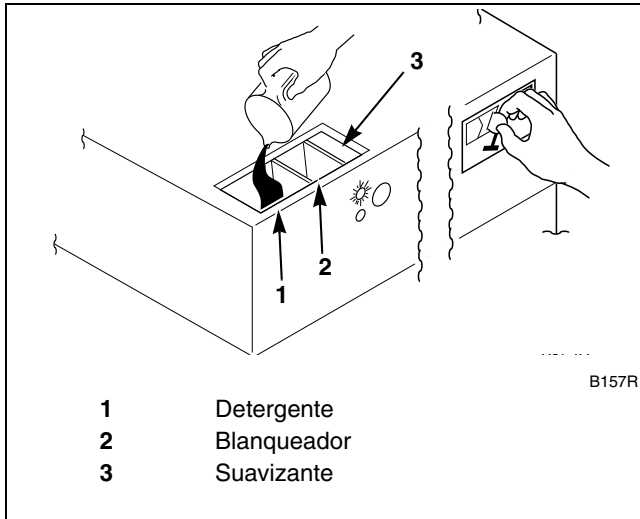

Figura 35
7. Eche líquido y/o polvos para llenar el distribuidor. Consulte la *Figura 35*.